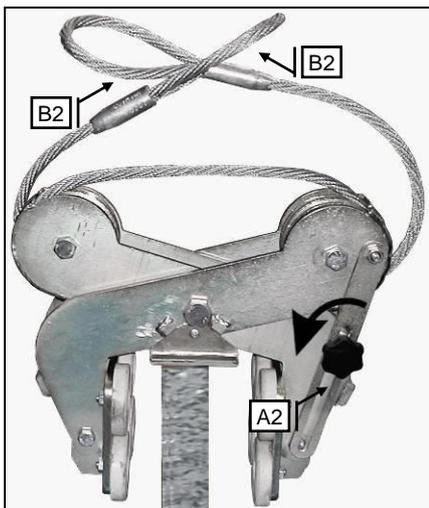

Abbildung 5.2 – Plattengreifer Riba am Schwerpunkt aufgesetzt und entsichert
- Der Plattengreifer Riba muss nun mit den zwei Seilösen [B2; Abb. 5.2] am Hacken des Hebeegeräts eingehängt werden.
- Entsichern Sie den Plattengreifer Riba, durch lösen der Klemmschraube [A2], wie in Abbildung 5.2.